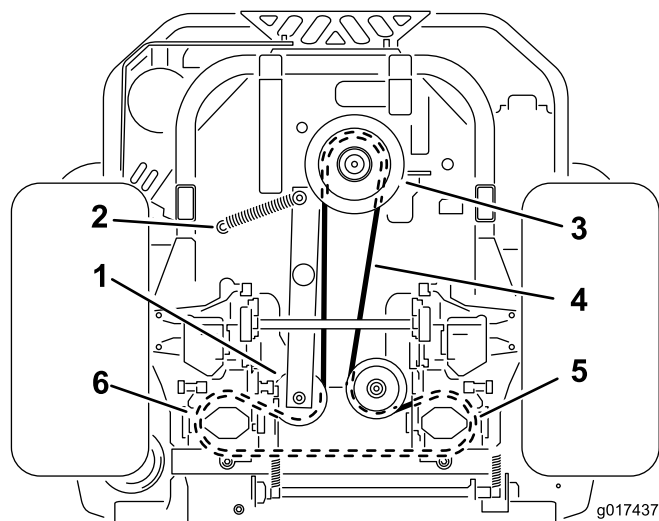

Figura 59
4. Sollevate la macchina e sostenetela su cavalletti (Figura 59).
6. Staccate la molla di tensione dal perno di ancoraggio (Figura 59).